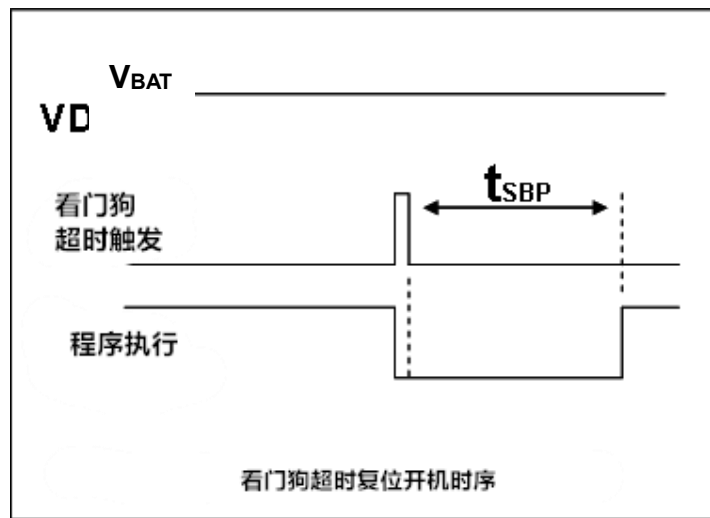

图 17：看门狗超时溢出时序图
当看门狗超时溢出时，PMB180(B) 将复位并重新运行程序。看门狗时序图如图 17 所示。